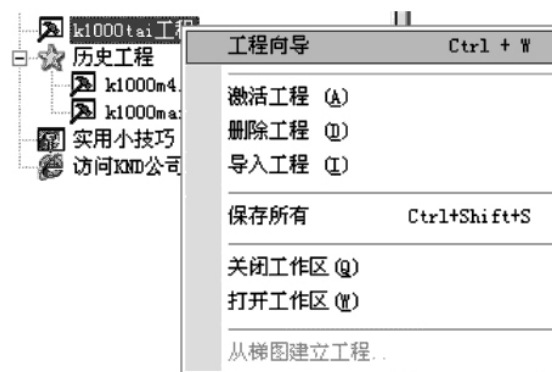

图 4.30 非活动工程项目的右键菜单示例
4、右键单击非活动工程的项目名，可弹出如图 4.30 所示的菜单。